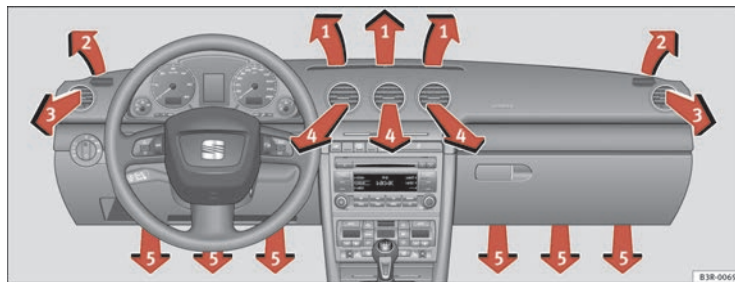

Abb. 143 In der Instrumententafel: Anordnung der Luftaustrittsdüsen
Die Luftaustrittsdüsen \Rightarrow Abb. 143 ③ und ④ können wie folgt bedient werden.
Die drei Tasten haben folgende Bedeutung. Die Zahlen beziehen sich auf die Luftaustrittsdüsen → Seite 176, Abb. 143.
Der Gebläsemotor wird nach Ausschalten der Zündung über das Solardach mit Solarstrom betrieben. Achten Sie bitte darauf, dass die Düsen 3 und 4 geöffnet sind → Seite 176, Abb. 143, um eine optimale Belüftung zu erreichen.